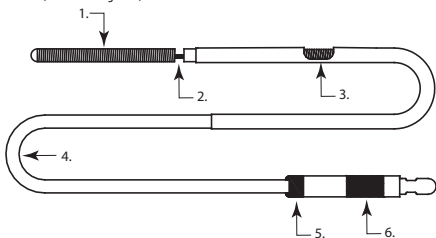

Figura 1
2. Avansați lent spirala detașabilă Axiom™ Prime din teaca de introducere în palma mâinii dvs., purtând mănuși, și inspectați dacă există neregularități ale spiralei sau ale zonei de detașare. Din cauza riscului potențial de neregularități, este necesară confirmarea vizuală. Dacă există neregularități, înlocuiți spirala cu o spirală detașabilă Axiom™ Prime nouă (a se vedea Figura 1).